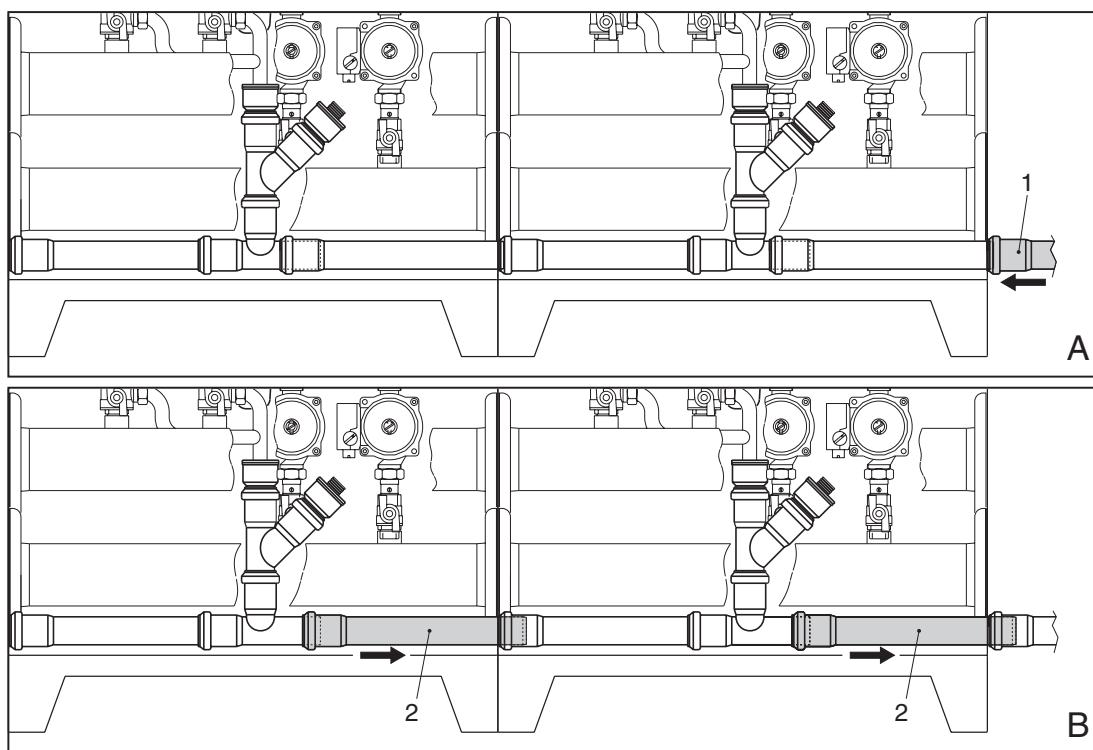

Рис. 8
- ¥ Прежде чем закрутить гайку, необходимо проверить правильное расположение всех прокладок и подключить между этими котлами трубу стока конденсата. (см. рис. 8).